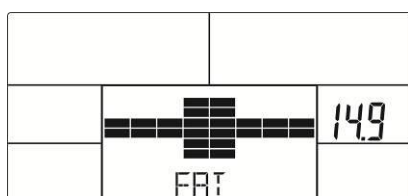

Fig.23
4. Skjermen vil nå vise et BODY FAT-symbol, brukerens fettprosent (Fig.23) og BMI (Fig.24) i 30 sekunder.